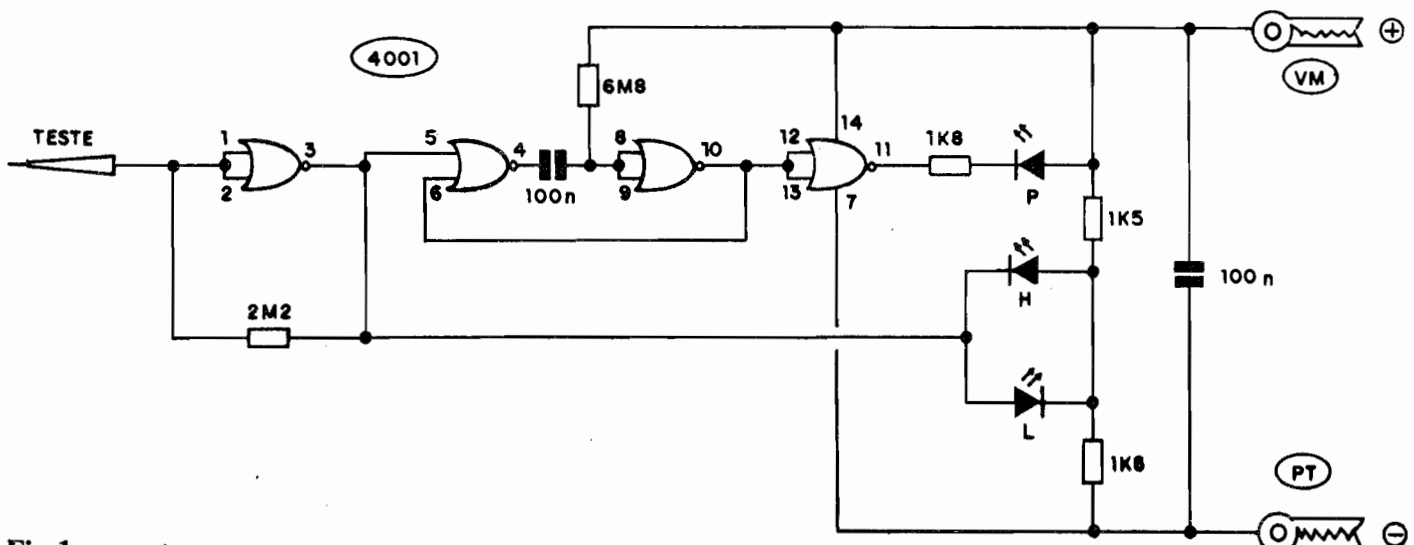

Fig.1
**FIG. 1 - DIAGRAMA ESQUEMÁTICO DO CIRCUITO** - Conforme já foi mencionado, o circuito da PLCM "puxa" sua alimentação diretamente das linhas de energia positiva e negativa do circuito digital a ser analisado, com o que todos os seus referenciais passam, automaticamente a ser assumidos pelo provador... O primeiro **gate** (pinos 1-2-3), com suas duas Entradas "juntadas", forma um simples inversor, no qual a Entrada geral (pinos 1-2) recebe uma polarização equivalente a cerca da metade da Tensão de alimentação, via resistor de 2M2, com o que, numa condição não muito comum num circuito puramente digital, também a Sáfda do dito **gate** (pino 3) se mantém nesse nível de Tensão (metade, aproximadamente, da "voltagem" de alimentação geral...). A dita Sáfda (pino 3) excita diretamente um par de LEDs em "anti-paralelo" (LED H, de "high", e LED L, de "low"...) cujos "outros lados" estão ligados, via resistores de 1K5 e 1K8, a idêntico valor de Tensão (pouca coisa maior do que a metade da alimentação...). Dessa maneira, com a ponta de teste "livre", ou li-
- FIG. 6 - O ACABAMENTO DA PLCM... - Uma caixinha em formato alongado, estreita, constitui o **container** ideal para o circuito, principalmente devido às especiais condições em que se deve ser manuseado, quase como se a própria caixa fosse um prolongamento da ponta de teste... O "jeitão" sugerido na figura torna-se extremamente confortável, ergonômico e também seguro durante a utilização, além de manter o pequeno **display** de três LEDs em posição facilmente visível ao operador, seja ele destro ou canhoto... Observar que o corpo plástico (isolamento) da ponta de prova deve ser rigidamente colado ao centro de uma das faces menores da caixinha, ficando o furo de passagem do cabo paralelo polarizado (de alimentação), exatamente na face oposta do **container** (aquela mais próxima dos três LEDs indicadores...). Não esquecer da marcação identificatória dos LEDs, condição importante para o correto diagnóstico das indicações feitas pela PLCM... Essa identificação deve ser referenciada pelas marcações vistas no "esquema" (FIG. 1) e no "chapeado" (FIG. 4). Seu significado, para quem ainda não "percebeu", é: H = **high** (ou "alto", ou "1"), L = **low** (ou "baixo", ou "0") e P = **pulse** ("pulso").